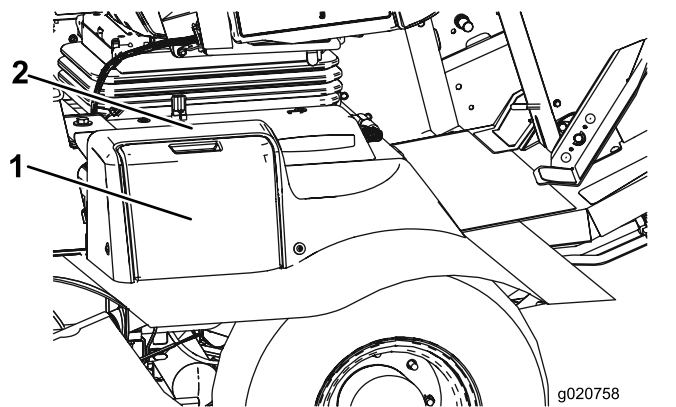

Рисунок 57
1. Откройте крышку аккумуляторной батареи сбоку на кожухе (Рисунок 57).
Примечание: Нажмите на плоскую поверхность над крышкой аккумуляторной батареи, чтобы облегчить снятие крышки (Рисунок 57).